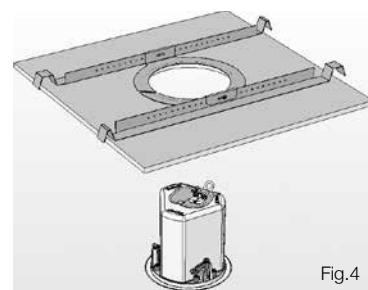

Fig.4
4. Faites glisser l'enceinte par le trou et tournez les vis à l'avant de l'enceinte pour déployer les ailettes de montage. Serrez les vis jusqu'à ce qu'une bonne fixation soit obtenue. Si vous utilisez une visseuse électrique, Tannoy recommande un réglage de couple de 1,5 Nm (Fig.4).